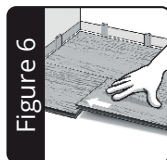
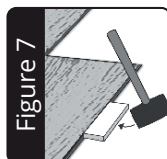

Figure 6
Figure 7
6. Rasten Sie das Paneel dann eng an der ersten Reihe (lange Seite) mit einem Einbringwinkel von 10-20 Grad ein. Das zweite Paneel verbinden Sie durch Einrasten an der langen Seite und anschliessendes Schieben zur kurzen Seite des ersten Paneels. Üben Sie dann einfach einen leichten Druck aus. Siehe Abbildung 6. Verwenden Sie gegebenenfalls auch einen Schlagklotz und einen Gummihammer an den langen Seiten um sicherzustellen, dass die Paneele eng miteinander verbunden sind. Siehe Abbildung 7.
- 6.** Attach the plank tightly against the first row (long side) again at a 10-20 degree angle. Then attach the second plank by connecting the long side to the first row and sliding it up to the short end of the first plank. Then simply drop and press. See Figure 6. If necessary, use a tapping block and mallet on the long seams to ensure a nice tight fit. See Figure 7.